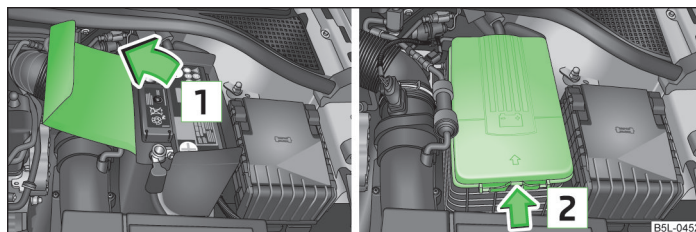

Fig. 158 Vano motore: coperchio di poliestere della batteria del veicolo / coperchio di plastica della batteria del veicolo
La batteria si trova nel vano motore all'interno di una copertura di poliestere **1** » fig. 158 o di plastica **2** » fig. 158 oppure nello scomparto laterale sinistro del bagagliaio.
- Aprire il coperchio della batteria nella direzione indicata dalla freccia **1** oppure premere sul bloccaggio sul lato del coperchio batteria nella direzione indicata dalla freccia **2** » fig. 158, aprire il coperchio e rimuoverlo.
Durante i lavori sulla batteria il bordo del coperchio di poliestere della batteria **1** lato sinistro viene inserito tra la batteria e la parete laterale del coperchio della batteria.» fig. 158